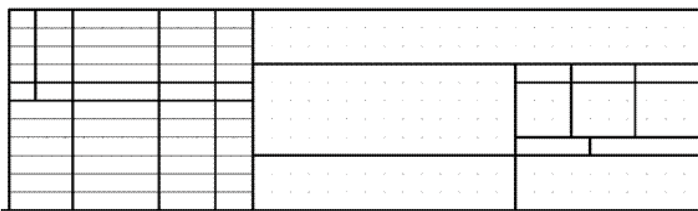

Рис. 183
6. Достроить тонкие горизонтальные линии с помощью инструмента  *Отрезок*. Включены *Шаг, Сетка, Орто* (рис. 183).